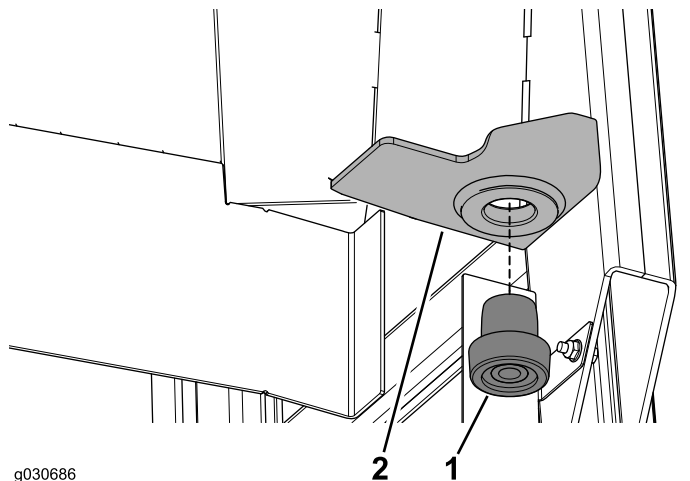

Figura 12
2. Premete un supporto isolante in gomma in ciascun foro del supporto posteriore destro sul telaio della cabina (Figura 12).